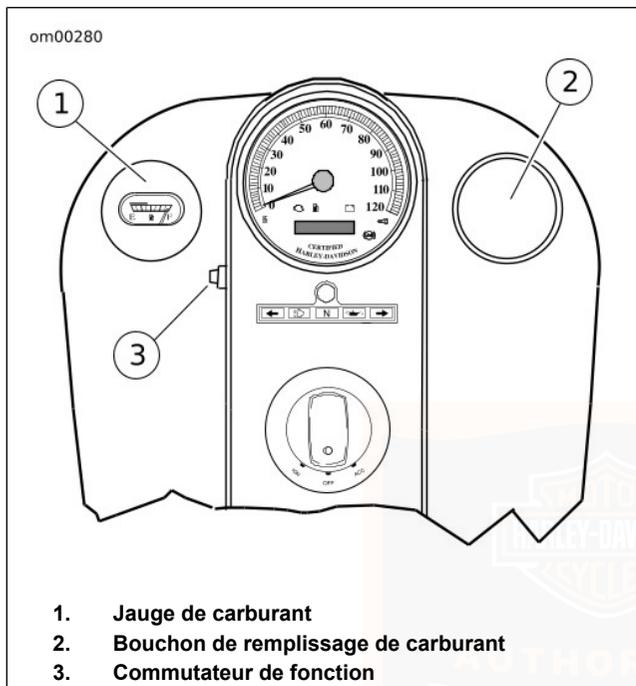

Figure 14. Réservoir de carburant : FLHR/FLHRC
- *Voir Figure 14. Sur les modèles FLHR/FLHRC, le bouchon de remplissage de carburant se trouve sur le côté droit du réservoir de carburant. Le capuchon situé sur le côté gauche est la jauge de carburant et n'est pas amovible.*